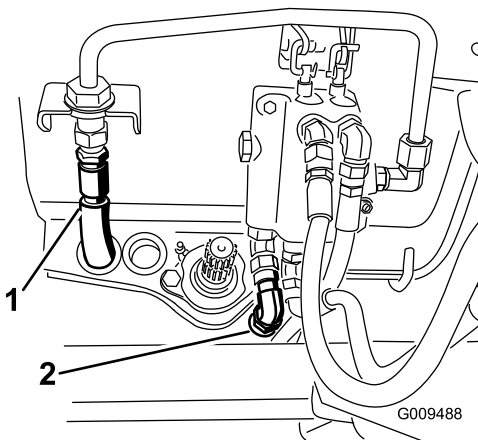

Figure 121
31. Branchez le flexible de pression hydraulique au conduit rigide du distributeur et le flexible de réservoir au distributeur (Figure 121). Conservez les bouchons de flexibles en prévision du passage au cadre d'été.